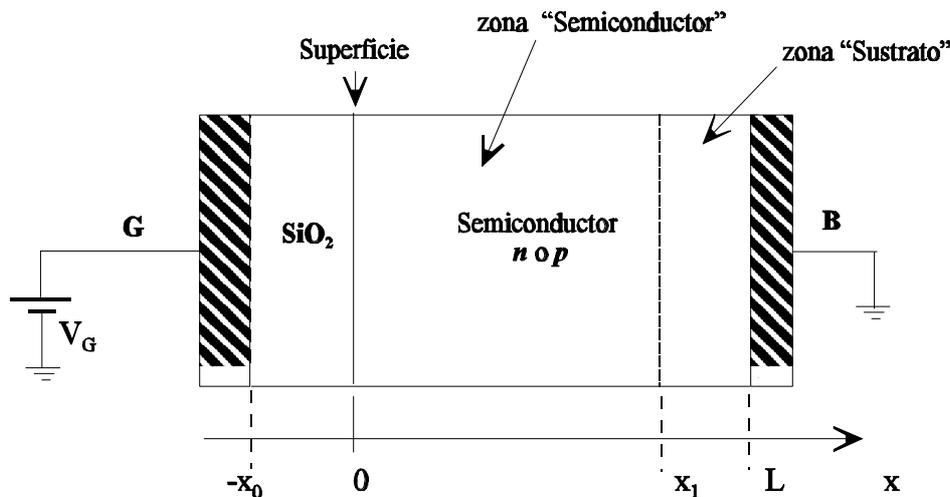

Figura 2.23 Estructura y polarización de la capacidad MOS utilizada para realizar el estudio cuantitativo
El estudio se va a realizar tanto para semiconductor tipo p como n . En la figura 2.23 se muestra la estructura que se va a utilizar como referencia. Sobre dicha estructura se han indicado los nombres de las diferentes zonas que aparecen en el estudio. Como se puede comprobar dentro del semiconductor se han diferenciado dos zonas: sustrato ($x_1 \leq x \leq L$) y semiconductor ($0 \leq x \leq x_1$), entendiéndose, como ya se ha comentado anteriormente, por zona de sustrato aquella en la que el campo eléctrico ya se puede considerar nulo (o lo que es lo mismo, las diferentes bandas de energía, E_i , E_c y E_v son constantes con x). También aparece reflejada la zona que denominaremos "superficie" y que no es otra que el límite entre el aislante (O) y el semiconductor ($x=0$).